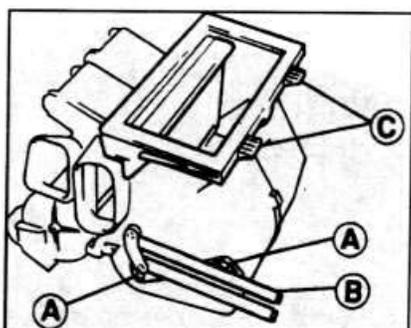

Рис. 3.40. Винты крепления (А) радиатора отопителя (В) и выступы крепления (С) отопителя.
- Для снятия радиатора из отопителя отвинтите два винта крепления и извлеките радиатор отопителя (см. рис.3.40).